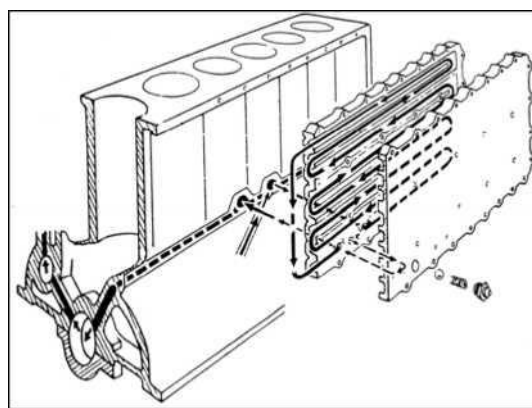

РИС. 132
- 4) Установите прокладку на блок цилиндров с герметиком и установите радиатор теплообменника (см., рис. 132).